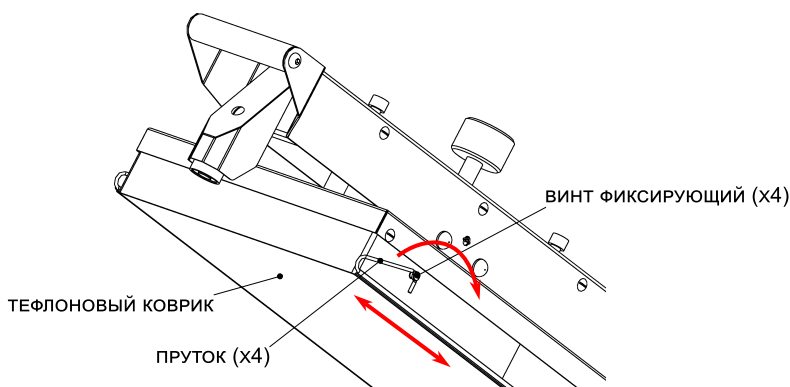

Рисунок 3: Установка тефлонового коврика
6. Установите четыре прутка в петли на тефлоновом коврике и закрепите коврик на верхней жарочной поверхности, см. Рис. 3.
2. Снимите четыре прутка с фиксирующих винтов, которые удерживают коврик на верхней жарочной поверхности, см. Рис. 3.